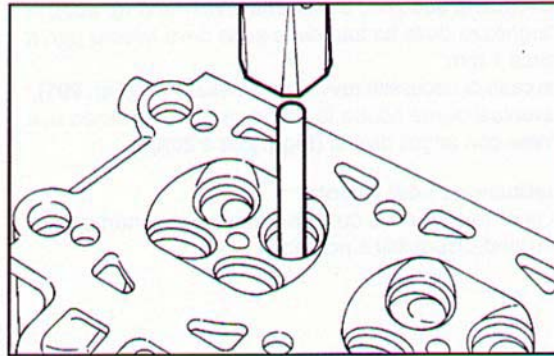

Fig. 196 ▲
- utilizzando un tampone espellere le guide valvola (Fig. 196);
- use a punch to force out the valve guides (Fig. 196);